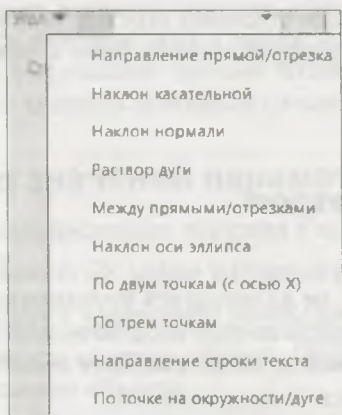

Рис. 5.3. Выпадающая панель окна Угол
- ◆ окно **Угол** с полем для ввода числовых значений угла. При нажатии на кнопку (черный треугольник) раскрывается панель с командами **геометрического калькулятора** (рис. 5.3);